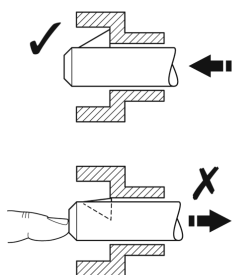

Fig. 7
- 3. ASSICURARSI CHE IL PERNO SIA INSERITO CORRETTAMENTE.** Per farlo, premere con il dito sull'estremità appuntita. Se il perno non si muove, il sollevatore potrà essere usato in sicurezza (Fig. 7).